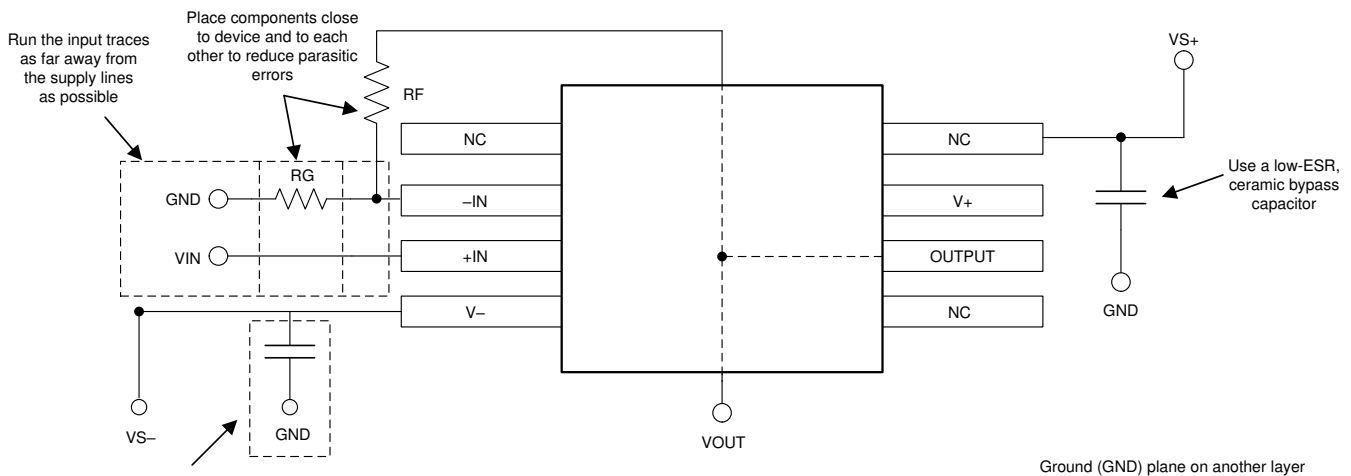

図 7-4. 非反転構成のオペアンプ基板のレイアウト
- 外付け部品は、可能な限りデバイスに近く配置します。図 7-4 に示すように、寄生容量を最小限に抑えるため、RF と RG は反転入力に近くに配置します。